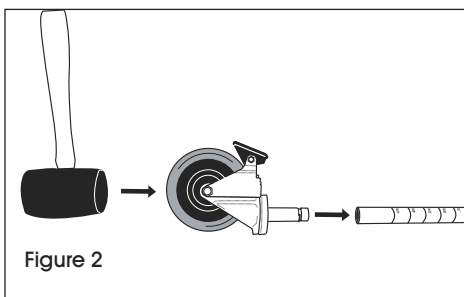

Figure 2
1. Assurez-vous que le montant est placé comme illustré. (Voir Figure 2)
2. Enclenchez le frein des roues pour empêcher roulettes de rouler pendant le montage. Utilisez un maillet en caoutchouc pour insérer la tige des roulettes dans les montants. (Voir Figure 2)